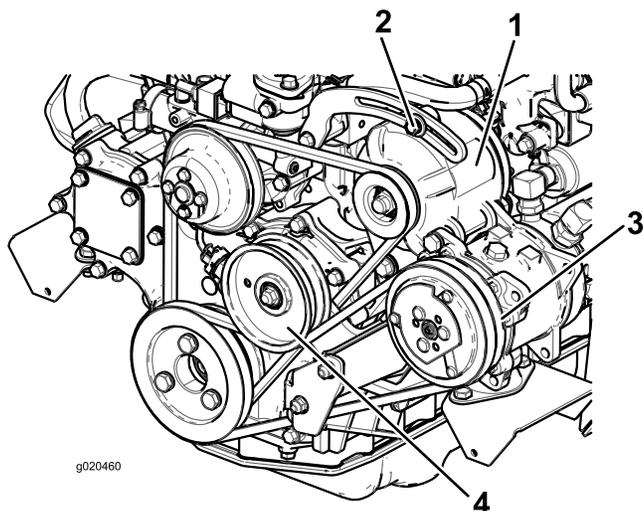

Figura 68
Controllate lo stato e la tensione della cinghia (Figura 68) ogni 100 ore di servizio.
2. Se l'inflessione non è di 10 mm, allentate i bulloni di fissaggio dell'alternatore (Figura 68). Aumentate o riducete la tensione della cinghia dell'alternatore e serrate i bulloni. Controllate di nuovo l'inflessione della cinghia per accertare che sia esatta.
2. Se la flessione non è di 10 mm, allentate il bullone di fissaggio della puleggia tendicinghia (Figura 68). Aumentate o riducete la tensione della cinghia del compressore e serrate il bullone. Controllate di nuovo la flessione della cinghia per accertare che la tensione sia esatta.